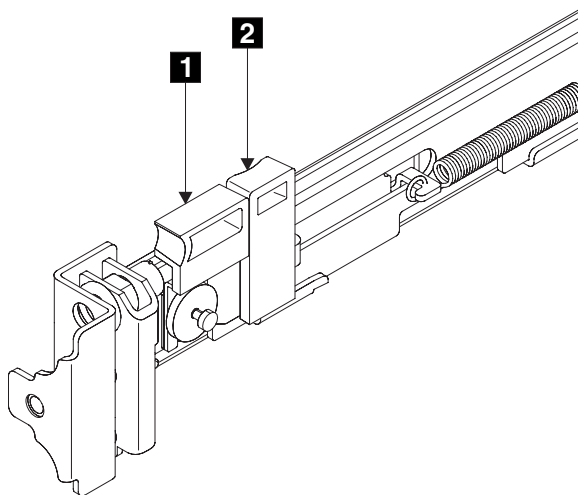

図 120. ラッチ・ロック・キャリアを引っ込める
2. ラッチ・レバー **1** (528 ページの図 120) の側面に人差し指を置き、親指をラッチ・ロック **2** の正面に置きます。